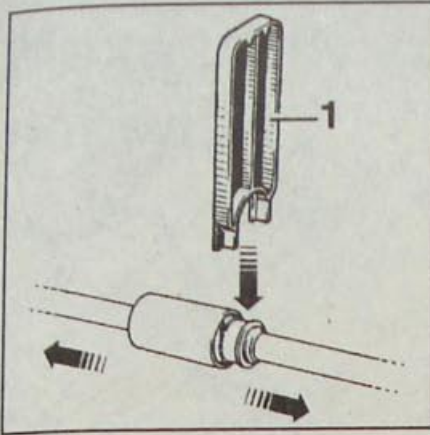

Рис. 5.11. Использование приспособления (1) для разъединения секций гидравлического привода сцепления
- Снимите воздушный фильтр и приспособлением (1, рис. 5.11), поставляемым совместно с гидравлическим приводом